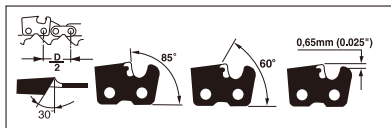

Fig. 21
**SLIPA KEDJAN** - Kedjans delning (Fig. 21) är  $3/8''$  LoPro x 0,050". Slipa kedjan med skyddshandskar och en  $\varnothing 5/32''$  (4 mm) rundfil.
Slipa alltid skärtänderna med utåtrörelse (Fig. 22) och iaktta måtten i Fig. 21. Efter slipning ska alla skärlänkar ha samma bredd och längd.